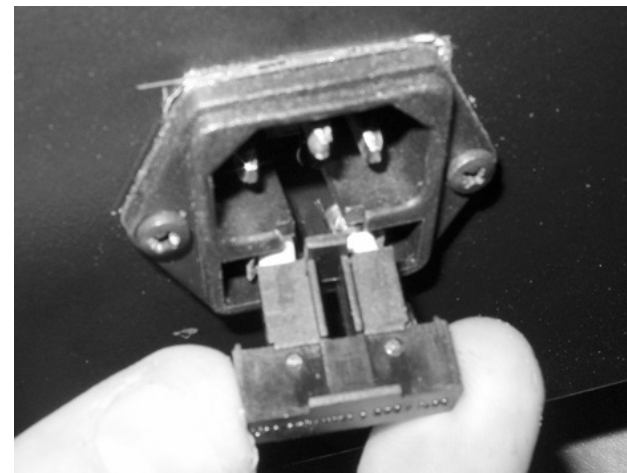

Abb. 11
2. Sollen die Sicherungen gewechselt werden, muss die Steckerverriegelung gerade herausgezogen werden, um an die auszutauschenden Sicherungen zu gelangen (Abb. 11).